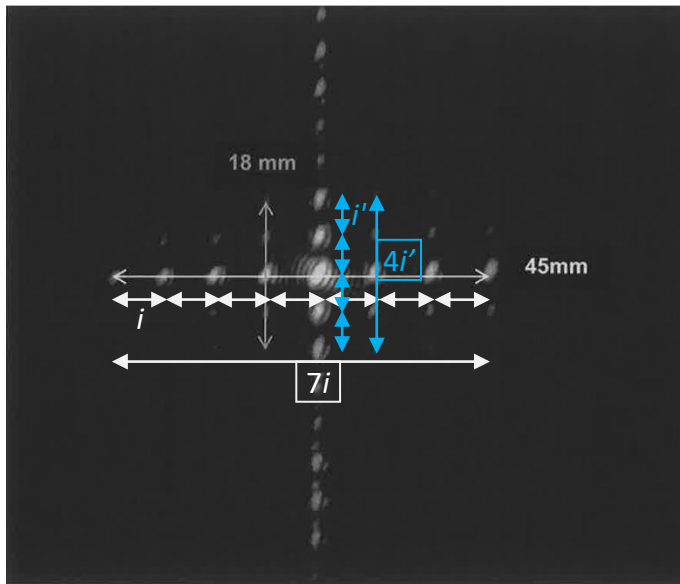

Figure 6 : interférences obtenues avec le voile
Q.4. Évaluer les valeurs des interfranges, i et i' , à l'aide des dimensions figurant sur la figure 6.